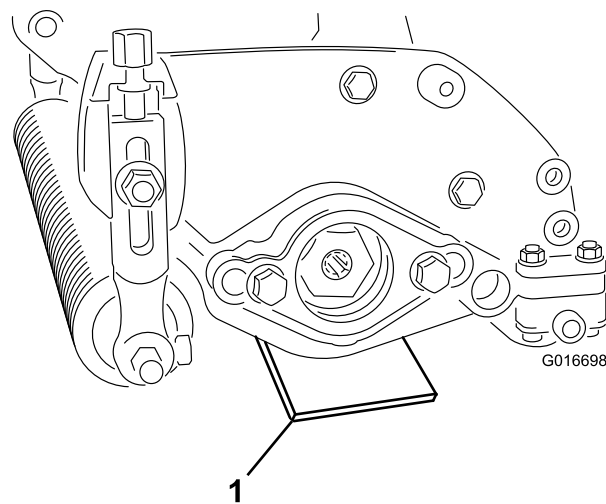

Figura 8
2. Coloque una barra de ajuste del mismo grosor que la altura deseada de las cuchillas sobre el suelo, bajo cada extremo de la unidad escarificadora (Figura 8).